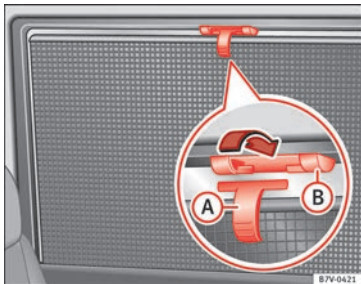

Abb. 64 Im hinteren rechten Fenster: Sonnenschutzrollo.
- Sonnenschutzrollo am hervorstehenden Griff » **Abb. 64** **A** ganz nach oben ziehen.